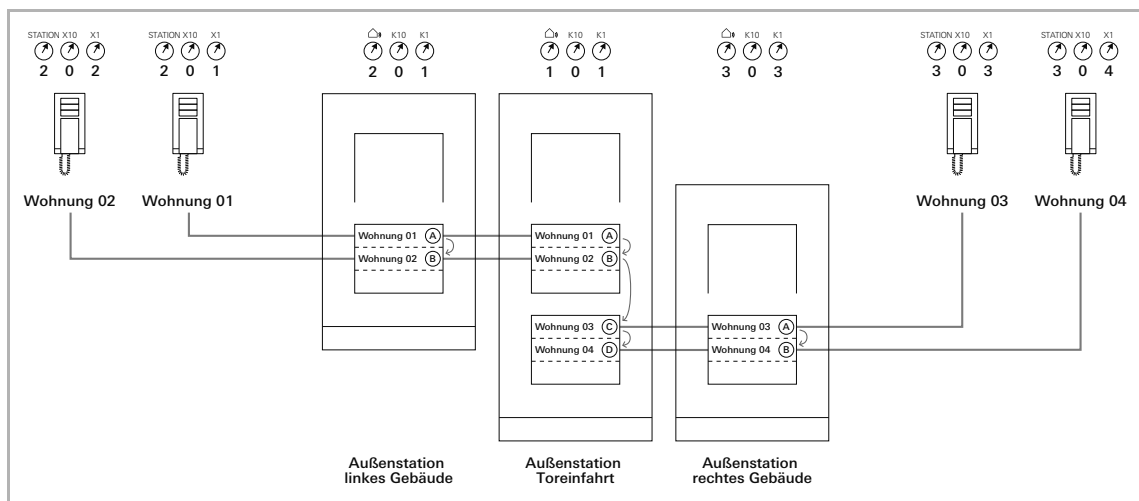

Abb. 39: Änderung der Zuordnung der Klingeltaster („Offset“)
5.1.5 Änderung der Zuordnung der Klingeltaster („Offset“) (Abb. 39)